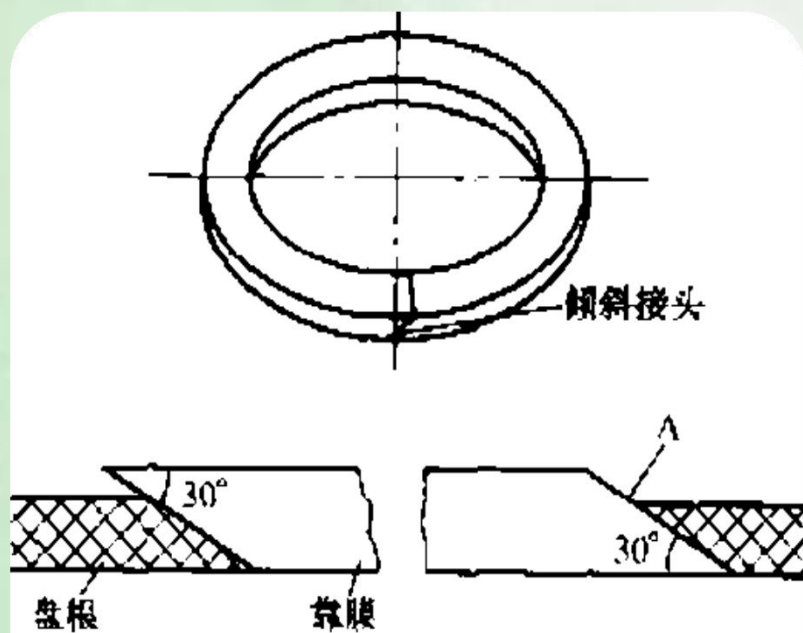

图 21-1 盘根接口切面
- （3）切割盘根时刀子的刀口要锋利，每圈盘根均应按所需长度切下并靠在靠膜A面上，接口应切成30-45度的斜角，切面应平整，如图21-1所示。切好的盘根装在填料涵内之后必须是一个整圆，不能短缺，也不能超长。